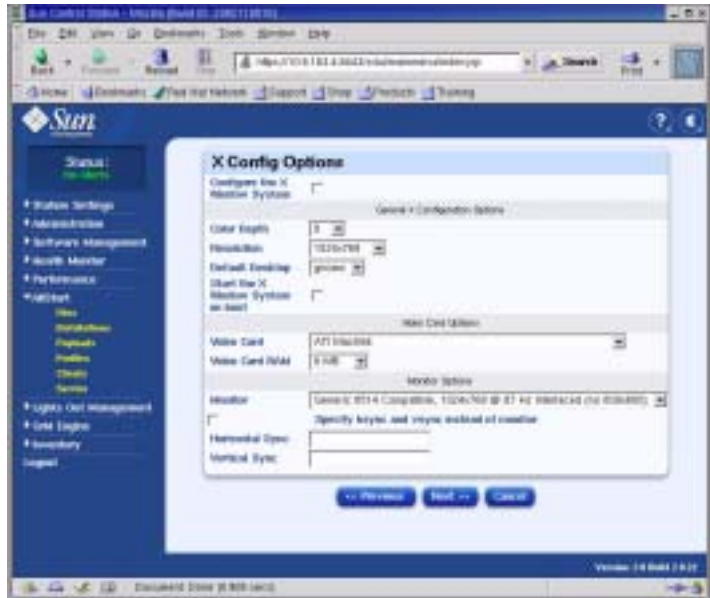

РИСУНОК 2-15 Окно опций конфигурирования X Config Options (Учетные записи AllStart).
**f.** В окне параметров настройки X Config Options выберите требуемый параметр (см. пример на РИСУНОК 2-15). После окончания нажмите кнопку Next.